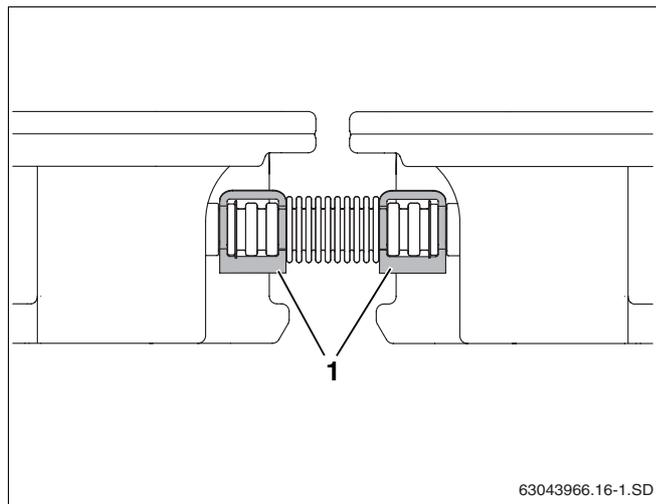

Рис. 47 Фиксация гофрированной трубы зажимами
- Закрепите каждую торцевую крышку одним зажимом, а каждую гофрированную трубу двумя зажимами (рис. 47, поз. 1).